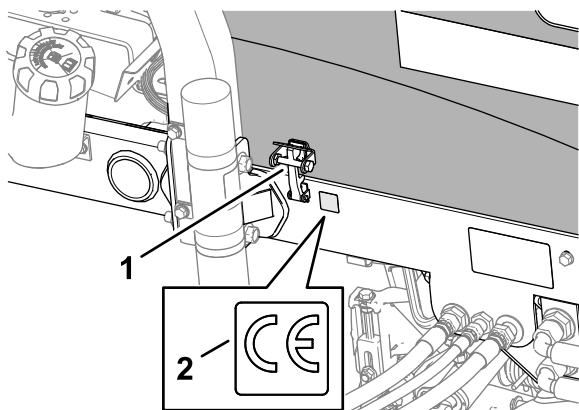

Рисунок 38
3. Начисто протрите левую раму рядом с защелкой капота спиртом и дайте раме высохнуть (Рисунок 38).
4. Снимите подложку и приклейте наклейку с маркировкой CE к раме, как показано на Рисунок 38.